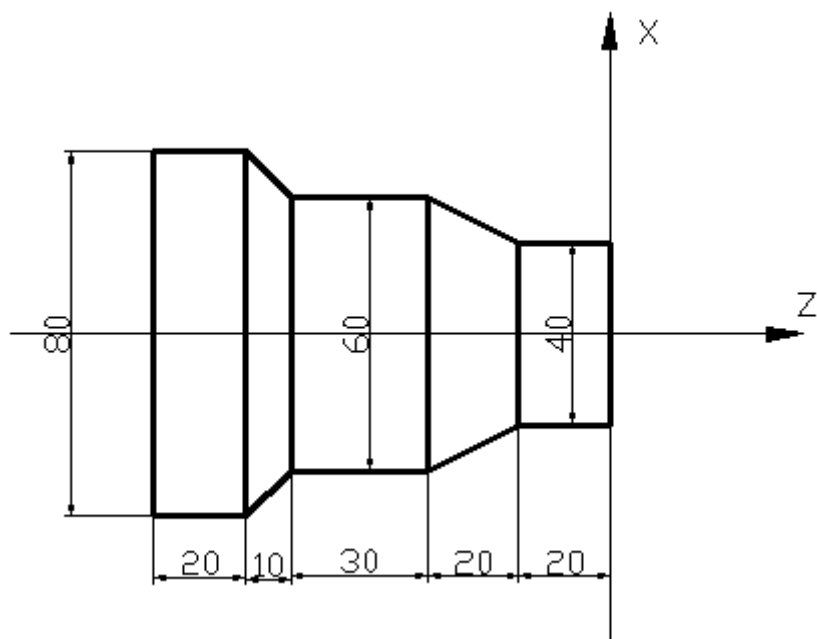

图 3-4 加工零件
(1) 加工图 3-4 工件，棒料尺寸为 $\Phi 100 \times 150\text{mm}$ 。
根据机械加工工艺及本说明书的指令解释，建立图 3-4 所示的工件坐标系，编辑程序如下（假设程序运行前绝对坐标是 X0 Z0）：